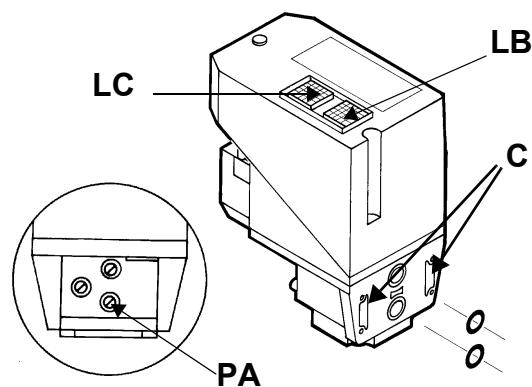

Fig. 9
- 3 inserire gli anellini di tenuta (10,5 x 2,25) nel VPS 504 (Fig. 9-B, Fig. 9-B);
Per effettuare la verifica di funzionamento, inserire un manometro in corrispondenza della presa di pressione **PA** (Fig. 9). Se il ciclo di prova ha esito positivo, dopo alcuni secondi si accende la lampada di consenso **LC** (gialla). In caso contrario si accende il pulsante luminoso **LB** di blocco (rossa). Per ripartire è necessario sbloccare l'apparecchiatura premendo il pulsante **LB**.